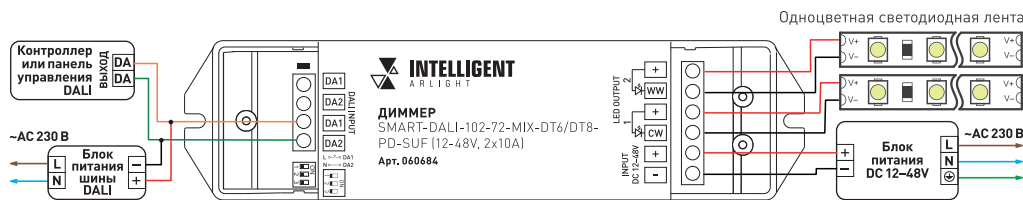

Рис. 2. Схема подключения диммера с одноцветными светодиодными лентами
- 3.4. Подключите диммер согласно одной из схем на рис. 2–4